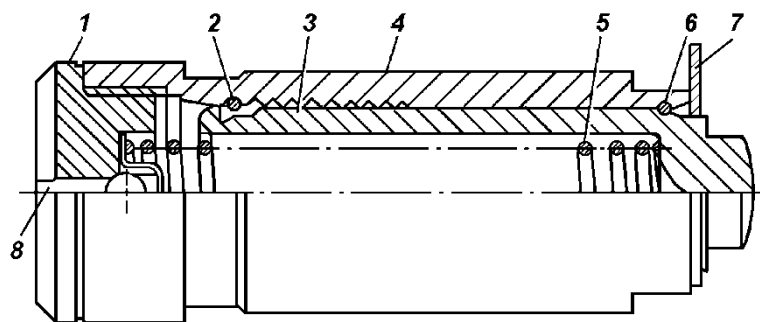

Рис.27. Гидронатяжитель с транспортным стопором:
**Гидронатяжитель** (рис.27) – представляет собой плунжерную пару с подобранным зазором, состоит из корпуса 4, плунжера 3, шарикового клапана 1, пружины 5, стопорного 6 и запорного 3 колец.
Гидронатяжитель устанавливается на двигатель в собранном (заряженном) состоянии, когда плунжер 3 удерживается в корпусе 4 с помощью стопорного кольца 6 (рис.27).